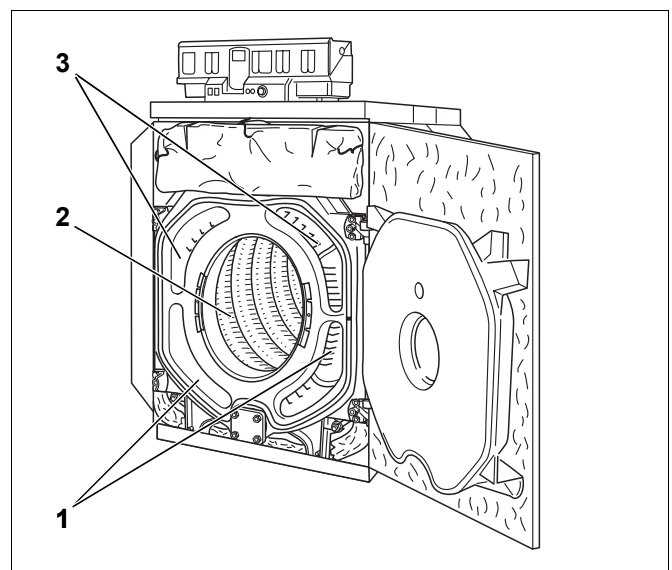

Fig. 74 Pulizia dei tiraggi
- Pulire i tiraggi con le spazzole di pulizia 1 e 2 procedendo dal lato anteriore verso quello posteriore (fig. 74, [1] e [3]).
- Pulire il resto della camera di combustione (fig. 74, [2]) con la spazzola di pulizia 2.